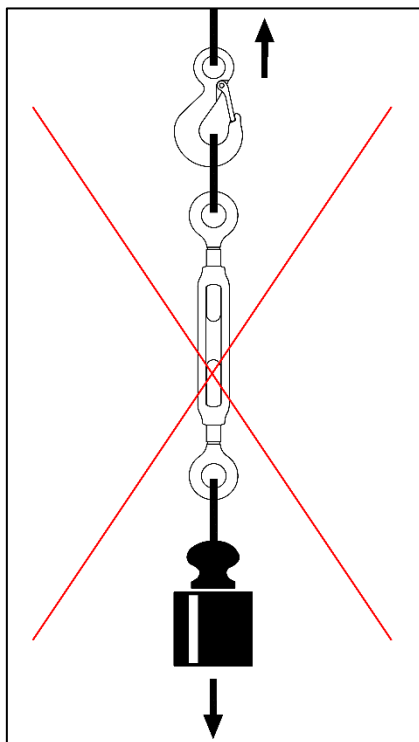

Fig. 5
Il tenditore può essere utilizzato anche per operazioni di sollevamento, purchè non in configurazione a tiro singolo (par. 10 fig.5). In tale configurazione, infatti, il carico può ruotare liberamente, generando il rischio che i terminali si svincolino fino a fuoriuscire dalla canaule, con conseguente caduta del carico..
- NON utilizzare l'accessorio per il sollevamento a tiro singolo (Fig.5);